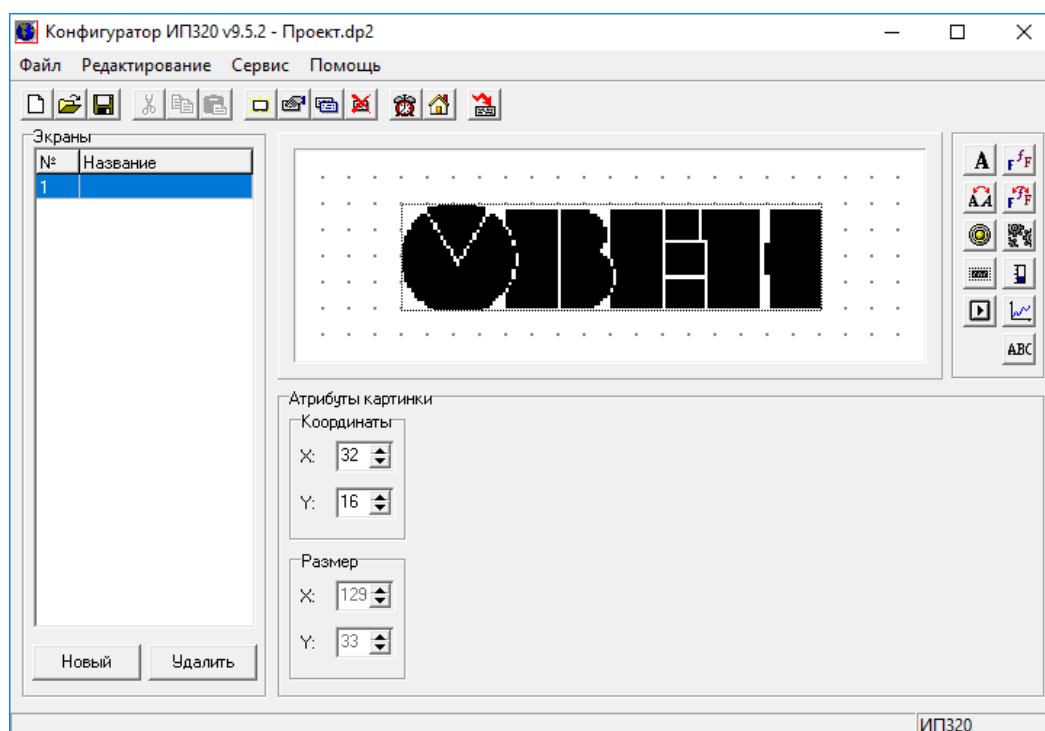

Рисунок 4.18 – Рисунок
1. Нажать кнопку . Откроется стандартное окно выбора файла. В этом окне нужно выбрать требуемый файл, заранее созданный в графическом редакторе, и нажать кнопку «Открыть». Выбранный рисунок отобразится в области редактирования экрана (см. рисунок 4.18).